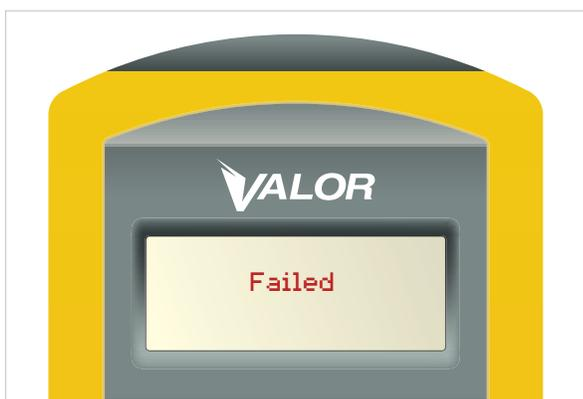

Figure 17
3. Si le SmarTool affiche le message Failed (échec), ne retransmettez pas les données. Suivez les instructions de l'étape 5 pour vérifier si la programmation a été effectuée. (Figure 17)